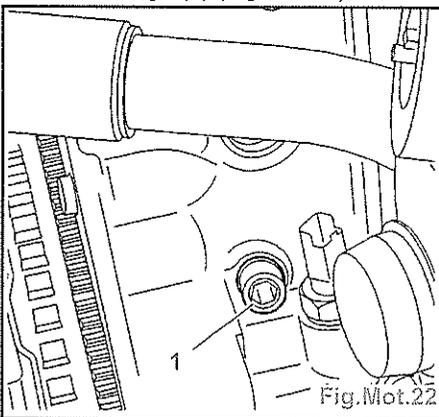

Fig.Mot.22
- Vidanger le bloc moteur en déposant la vis de vidange (1) (Fig.Mot.22).